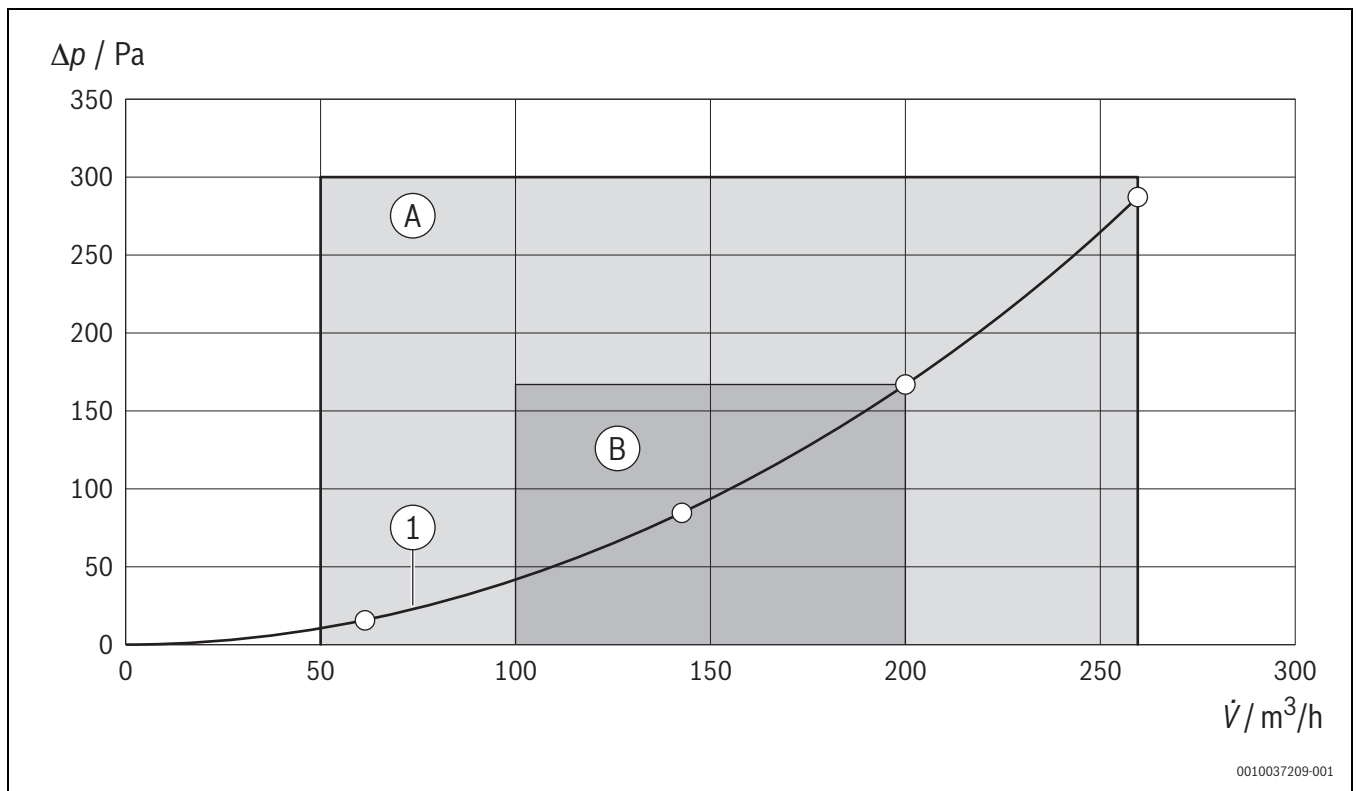

Bild 70 V5001C 260 und V5001C 260 E Kennlinien Druckerhöhung/Volumenstrom (Lüftungsstufen nach DIN 1946-6)
**Legende zu Bild 70 und 71:**